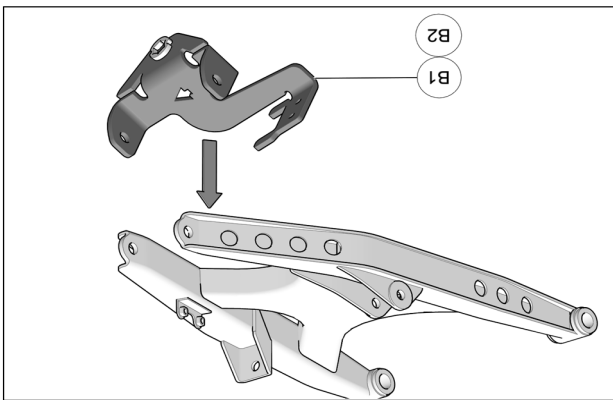

Fig. 5
6. Placer la partie arrière de l'ancrage (B1-B2) en forme de C au bras de suspension inférieur. Fig. 5